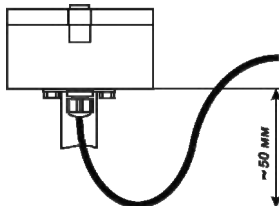

Рисунок 2.13 – Рекомендуемое подключение для KAPAT-550
2.3.5.2.6. Форма отрезка кабеля после кабельного ввода должна иметь вид «U-петли», чтобы вода, попадающая на кабель, не проникала в ЭП, рисунок 2.13. В целях предотвращения разрушения изоляции не рекомендуется допускать касания кабелем металлической части корпуса расходомера или трубопровода.